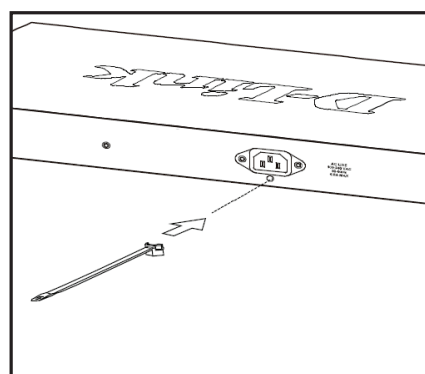

Рис. 7. Установка кабельной стяжки
- Установите стяжку замком вниз в отверстие, расположенное под разъемом питания, как показано на Рис. 7.